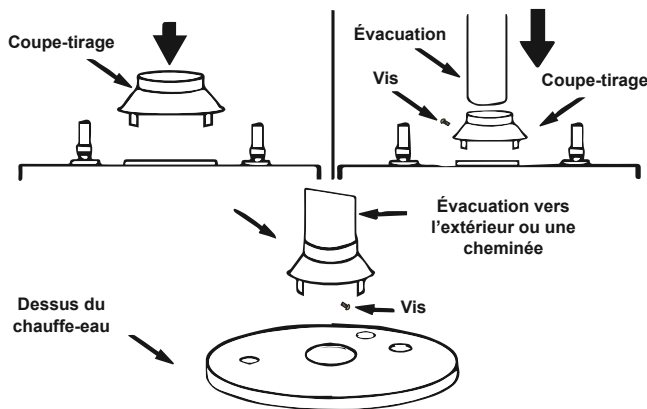

FIGURE 16. FIXATION DU COUPE-TIRAGE
- Placer le tuyau d'évacuation sur le coupe-tirage. Une fois le tuyau d'évacuation en place, percer un petit trou à travers le tuyau d'évacuation et le coupe-tirage. Les attacher ensemble avec une vis à tôle. Voir **Figure 16** (page 20).